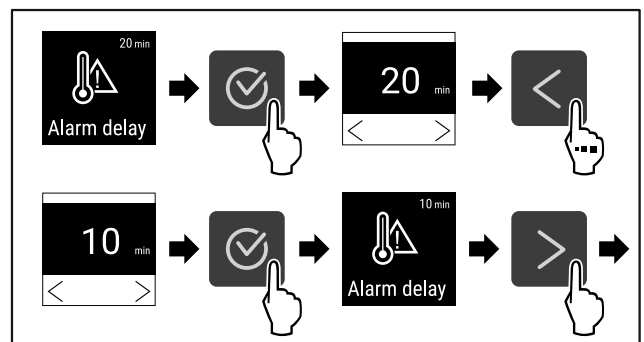

Fig. 128
- ▶ Følg anvisningene (se Fig. 128).